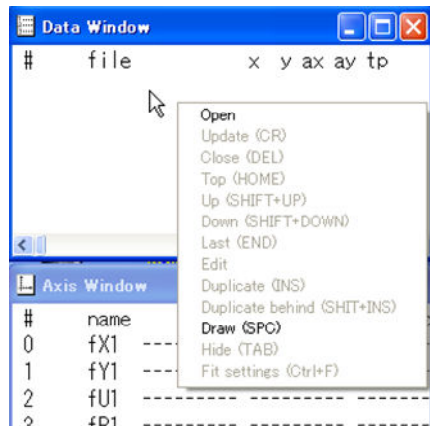

図4
(1) データファイルを開く方法は3通りある。
- ・図4の"Data Window"を右クリックして、メニューより"Open"を選択する。